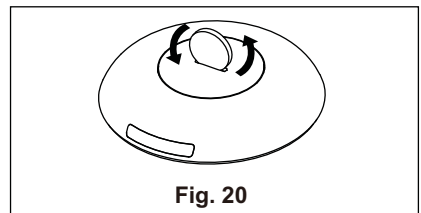

Fig. 20
2. Brug en mønt eller andet til at dreje modsat urets retning for at åbne det. (fig. 20 & 21)